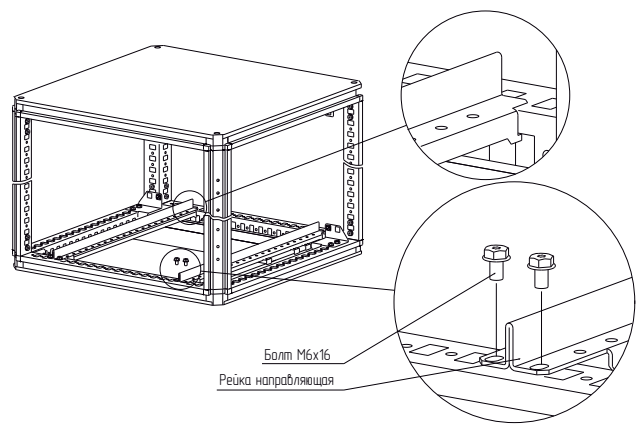

Рисунок 3
4.1.5 Для удобства установки панели монтажной рекомендуется применять направляющие рейки (рисунок 3). Направляющие рейки необходимо закрепить на основании болтами М6×16. Момент затяжки – 7 Н·м. Направляющие рейки приобрести отдельно.